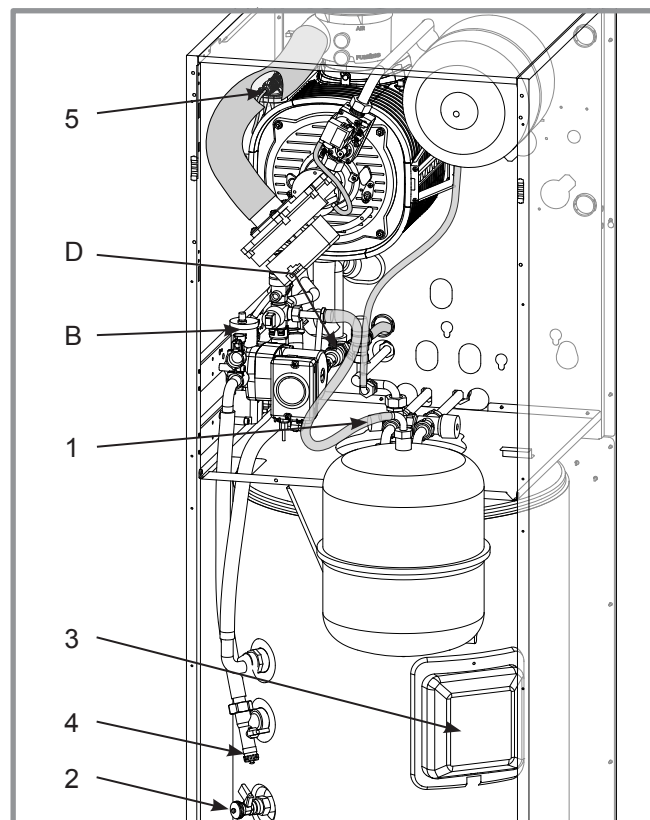

figure 52 - Vannes et purgeur
(*figure 52, page 45, rep. 4*).
- Ouvrir le purgeur de la chaudière (*figure 52, rep. 5*).